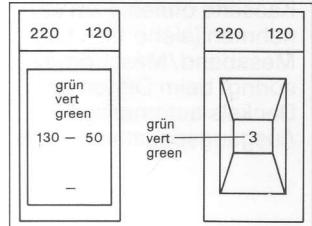

Fig. 13a
Die Zahlen im grünen Bereich des **Messbandes** (8) geben die Restfilmmenge in cm für den Rollfilm 120 resp. 220 an (Fig. 13a).
Die **Messtrommel** (8) zeigt im grünen Bereich die Bildnummer der zu realisierenden Aufnahme an (Fig. 13a).
The figures in the green section of the **metering strip** (8) indicate the remaining film length in cm for rollfilm 120 and 220 (fig. 13a).
In the green section the **frame counter** (8) indicates the number of the frame which will be realized next (fig. 13a).